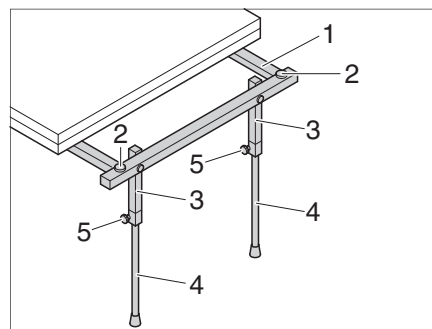

Fig. 116 Supports télescopiques (Just Go uniquement)
- Sortir l'infrastructure de la table (Fig. 116, 1).
- Placer les supports (Fig. 116, 3) à la verticale.
- Ouvrir deux vis à poignée-étoile (Fig. 116, 5) et déployer les supports télescopiques (Fig. 116, 4) jusqu'à la hauteur souhaitée.
- Serrer deux vis à poignée-étoile (Fig. 116, 5).
- Régler la hauteur souhaitée du plateau de la table à l'aide des deux vis de réglage (Fig. 116,2).